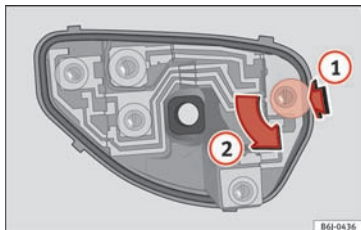

Fig. 111 Udskiftning af pærer i baglygter
- Når pæreholderen er taget af, skal du trykke pæren i pilens retning **(1)** og samtidig dreje den i pilens retning **(2)** » Fig. 111.